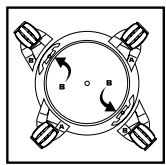

FIGURA 4
5. Tome las bases para las ruedas marcadas con la letra **B**, y colóquelas en la parte frontal derecha y en la parte posterior izquierda del depósito que también están marcadas con la letra **B**. **FIGURA 4**